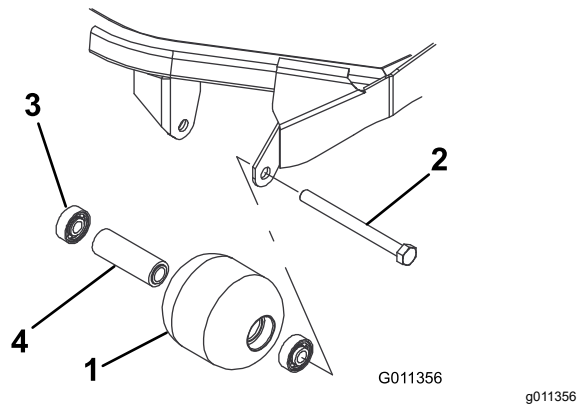

Figure 63
1. Retirez le boulon de fixation du galet (Figure 63).
(Figure 63) Remplacez les composants endommagés et remontez-les.
1. Enfoncez le premier roulement dans le logement à la presse (Figure 63). Exercez la pression uniquement sur la bague extérieure ou uniformément sur les bagues intérieure et extérieure.
2. Insérez l'entretoise (Figure 63).
3. Enfoncez le second roulement dans le logement à la presse (Figure 63). Exercez une pression uniforme sur les bagues intérieure et extérieure jusqu'à ce que la bague intérieure rencontre la douille d'écartement.